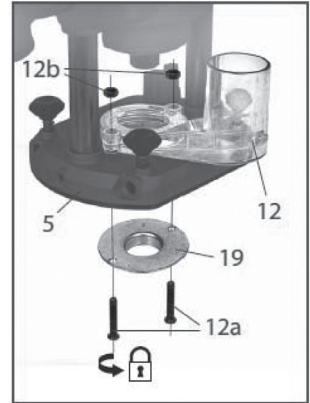

рис.10
Для осуществления фрезерования при помощи шаблона (в комплект поставки не входит), фрезер обладает возможностью установки направляющей (копировальной) втулки (рис.10 поз.19).
- расфиксировать рычаг вертикального положения (рис.1 поз.3) для того, чтобы максимально увеличить рабочее расстояние между суппортом и опорной плитой (рис.10 поз.5);
- открутить винты (рис.10 поз.12а), крепящие патрубок пылеотвода (рис.10 поз.12) к опорной плите;
- гайки (рис.10 поз.12b) и патрубок пылеотвода (рис.10 поз.12) с опорной плиты не снимать;
- установить в отверстие пластиковой подошвы опорной плиты направляющую втулку (рис.10 поз.19) буртом вниз, совместив крепёжные отверстия;
- закрепить к опорной плите патрубок пылеотвода (рис.10 поз.12) и направляющую втулку винтами (рис.10 поз.12а).